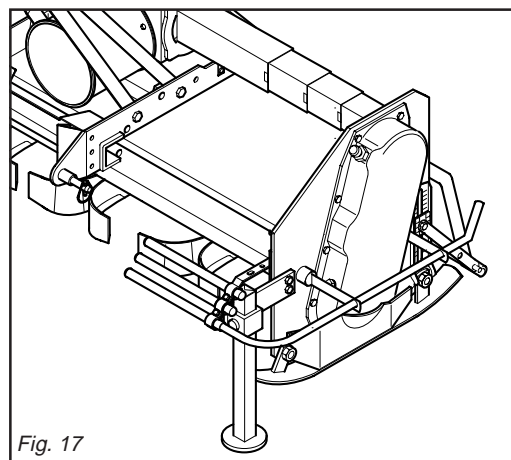

Fig. 17
- 1- *Position the support foot as shown in the figure 17.*
- 1- Den Stützfuß wie in Abb. 17 gezeigt anordnen.
- 1- *Placer le pied d'appui (voir figure 17).*